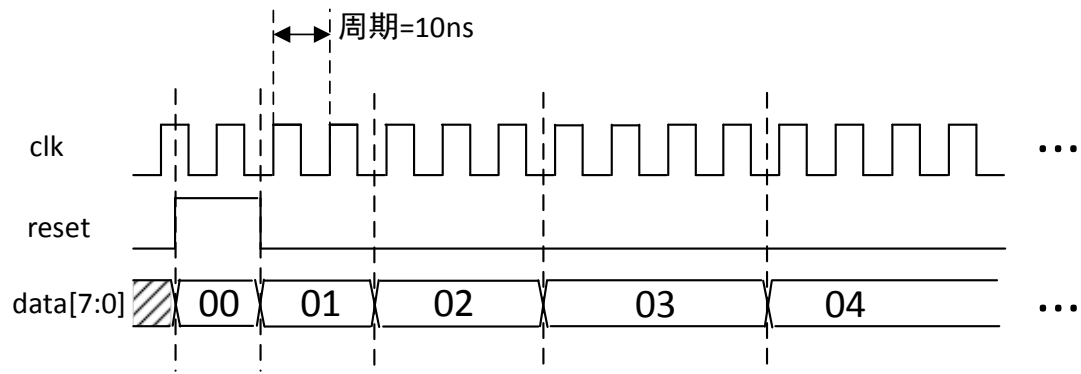

图 4
(2) (为了验证模块设计的正确性, 需要编写测试程序(test bench)。) 测试程序在全局时钟控制下生成如图 4 所示的激励信号。测试流中共有 255 个测试数据, 在 reset 信号之后, 从 8'h01 依次增长到 8'hFF, (即测试数据内容与数据序号相同; 图 4 中第一个数据 8'h00 为 reset 信号后初始化值) 测试数据时间长度为时钟周期的随机整倍数 (随机数的系统函数为 \$random), 随机范围为 1~8 倍, 请编写相应的测试模块, 并注意测试时钟周期。